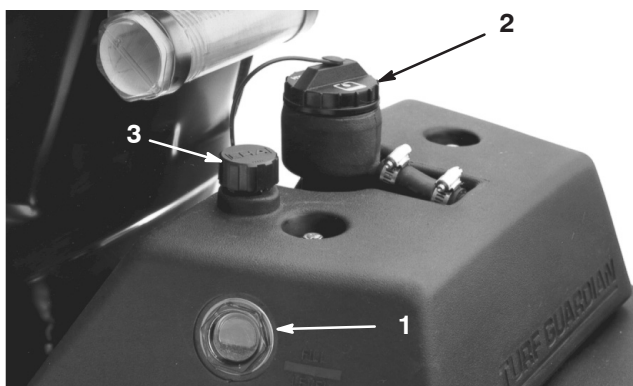

Figure 16
1. Placez la machine sur une surface plane et horizontale. Attendez que la machine ait refroidi pour que l'huile soit froide. Contrôlez le niveau d'huile à travers le viseur sur le côté du réservoir d'huile auxiliaire (Fig. 16). Si le niveau atteint le repère du plein à côté de la jauge, il est inutile de faire l'appoint.